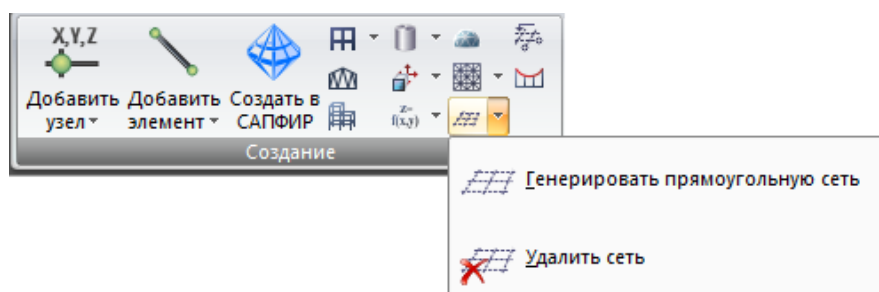

Рис. 26. Раскрывающийся список **Генерация прямоугольной сети**
**Генерация прямоугольной сети** (рис.26) – раскрывающийся список, содержащий операции по задания прямоугольных сетей для привязки при построении расчетной схемы: